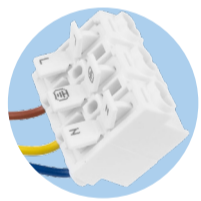

Рис. 7. Колодка для подключения циркуляционного насоса
3. Подключите циркуляционный насос к контроллеру с помощью заводской электрической колодки (Рис. 7).